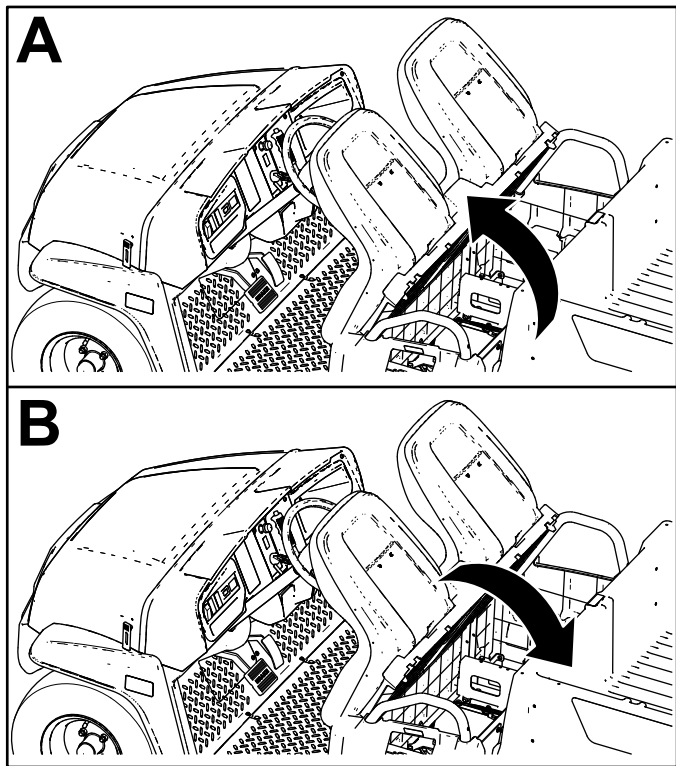

图 25
要升起座椅组件将其向前推直至依靠到方向盘上图 25。
要放下座椅组件将其向后推直至回到原来的位置图 25。
1. 将座椅组件向前推到升起位置图 25。